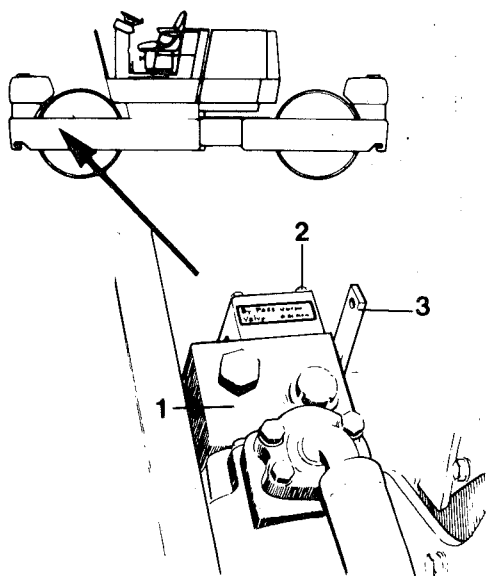

Fig 19
Se fig 19.
Glöm inte att ställa tillbaka spolventilens arm (3) i ursprungsläge efter bogsering. Se fig 19. Lås med skruven (2).